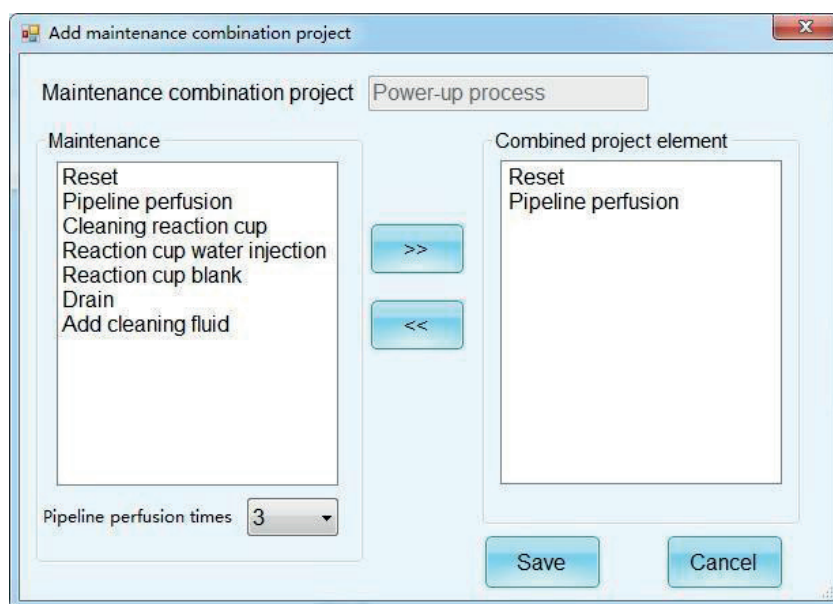

Figura 3-13 Modificação do projeto "Processo de Power-up"
3. Clique em [Editar], como mostra a Figura 3-13.